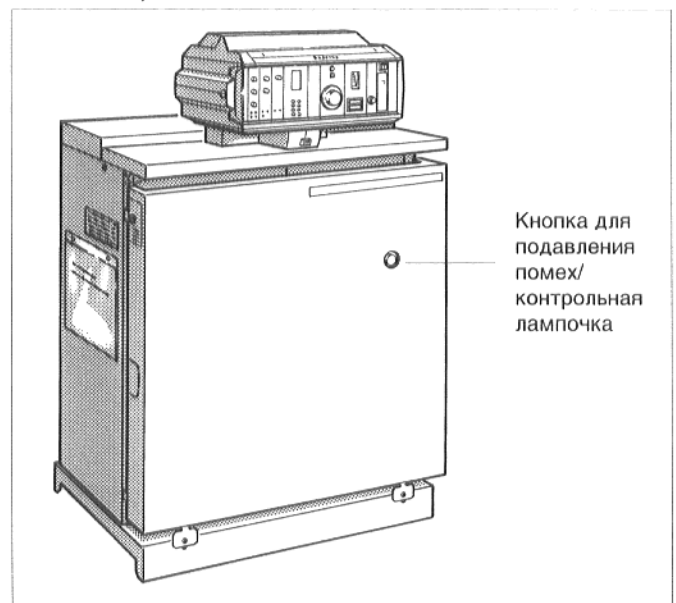

Рис.3: GE 224 L Lownox Ecomatic; кнопка для подавления помех.
- Светится контрольная лампочка у кнопки для подавления помех (рис. 3) - нажать кнопку для подавления помех.